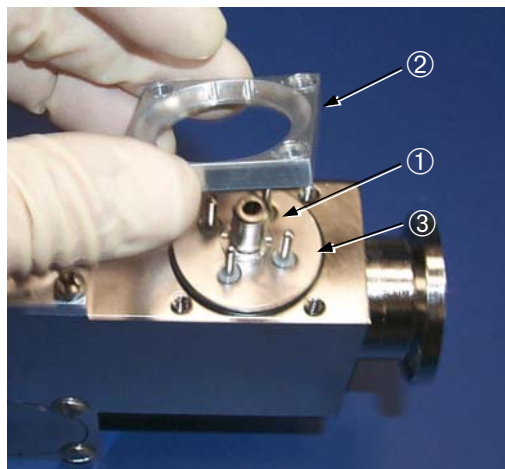

Abbildung 4-10 Ausbauen des Tasten-Thermoelements
2. Drücken Sie den mittleren Stift ① (Abbildung 4-10) des Tasten-Thermoelements herunter und heben Sie den Aufsatz ② vom Tasten-Thermoelement ③ ab.